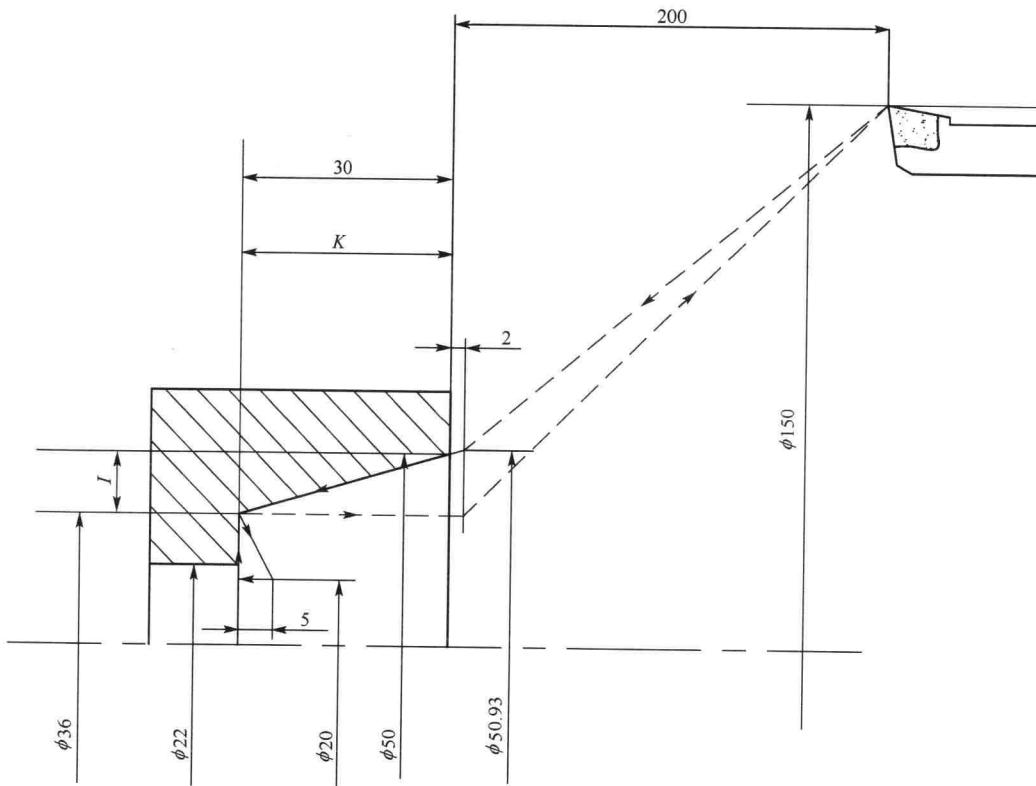

图 1-9 内腔切削练习
**【练习 2】** 根据图 1-9 中利用刀具半径补偿做出的刀具路径，完成程序编制。刀尖  $R$  为 0.4mm。
在阶梯、锥面连接处，退刀时指定 G40，在指定 G40 的程序里使用反映斜面方向的 I、K 地址来防止工件被过切。如图 1-9 所示。